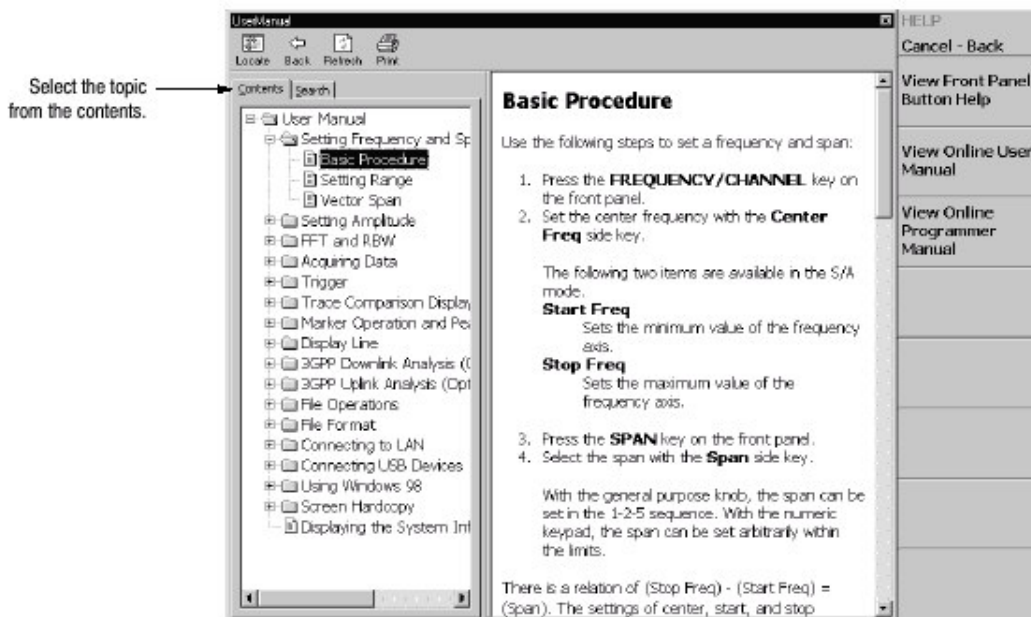

图 3-95 在线用户手册
- b. 若选 View Online User Manual 或 View Online Programmer Manual:使用表 3-18 所列前面板键, 由屏幕窗口内容选择标题 (见图 3-95)。左窗口和右窗口键的内容说明不同。